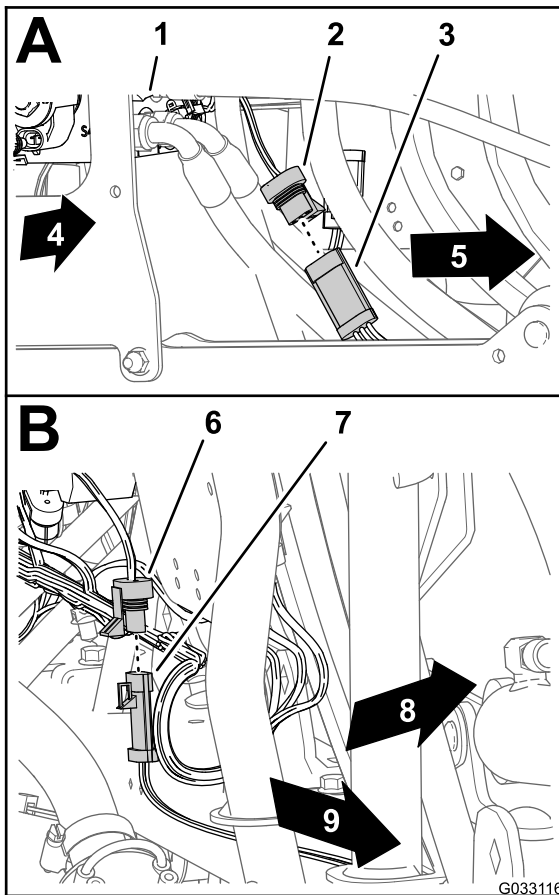

Figura 147
1. Ligue o conector de três tomadas da cablagem do Sonic Boom ao conector de três pinos do cabo para o sensor Ultra Sonic direito (A de Figura 147).
2. Ligue a tomada de três pinos da cablagem do Sonic Boom do conector de três pinos do cabo para o sensor Ultra Sonic esquerdo (B de Figura 147).